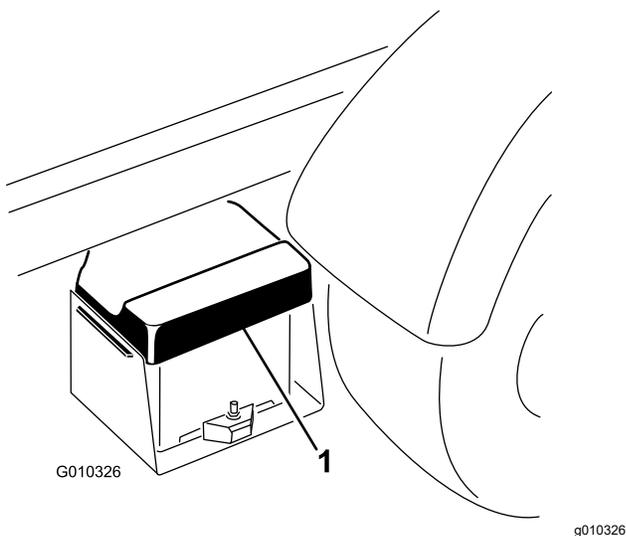

図 41
- バッテリーカバーをたわめて、タブをバッテリーベースから外し、カバーをバッテリーから取り外す 図 41。